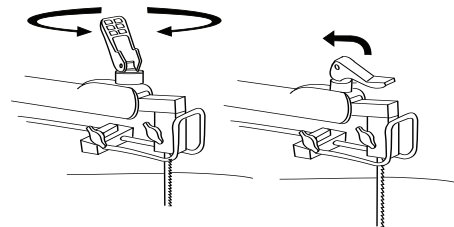

Figure 11. Levier de Tension à Déblocage Rapide
1. Détendez la lame en soulevant le levier de tension à blocage rapide et en le tournant dans le sens anti-horaire (Figure 11).
REMARQUE: Pour pouvoir scier et empêcher la lame de soulever la pièce de manière incontrôlable, il faut toujours diriger les dents des lames utilisées sur le poste à chanterner vers le bas quand on les installe, comme indiqué à la figure 11.
Pour tendre la lame, placez le levier de tension à déblocage rapide en position basse. La lame se tend lorsqu'on abaisse le levier (Figure 11).